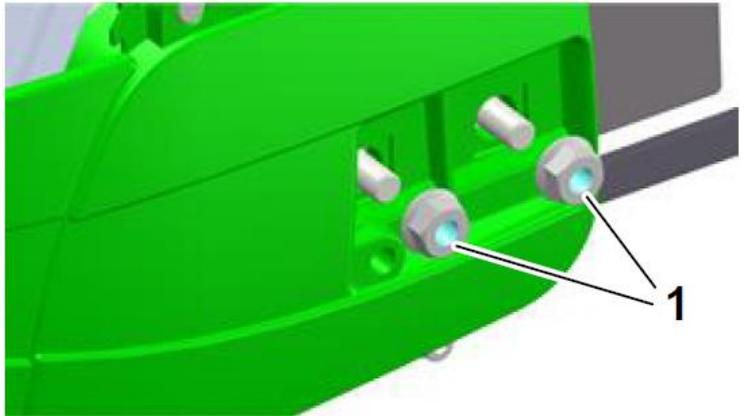
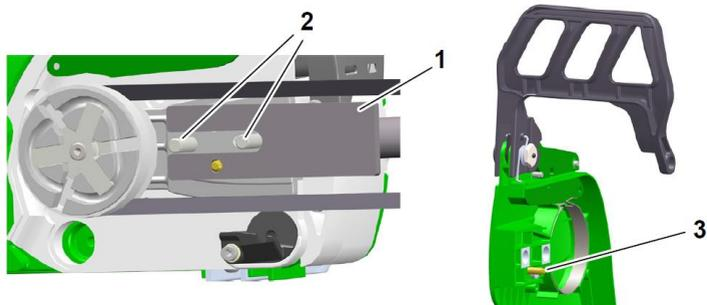

Fig. 3 : Retrait du couvercle de la courroie trapézoïdale
Fig. 4 : Installation du support et de la courroie trapézoïdale
- > Remplacez le couvercle de la courroie trapézoïdale de manière à ce que la goupille du couvercle (3) s'engage dans le support (1) (voir Fig. 4).
- > Placez le support (1 - Fig. 3) avec la fente entre les tiges filetées (2 - Fig. 3).
- > Le trou (3 - Fig. 3) dans le support doit se trouver au niveau de l'entraîneur du tendeur de chaîne. Selon le type de tronçonneuse, celui-ci est monté du côté du moteur ou dans le couvercle (4 - Fig.3).
- > Accrochez la courroie trapézoïdale entre la cloche d'embrayage (5 - Fig.3) et la poulie de la courroie trapézoïdale (1 - Fig. 4).